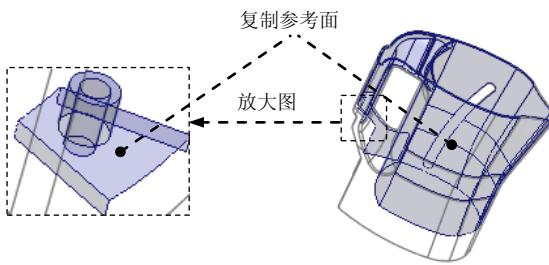
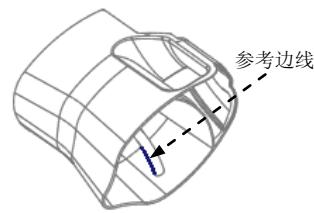

图 17.4 复制面
图 17.5 填补破孔
(1) 选取图 17.4 中的模型内表面为复制参考面（建议读者参考随书附赠资源中的视频录像选取）。
(2) 单击 **模具** 功能选项卡 **操作** ▾ 区域中的“复制”按钮 .
(3) 单击 **模具** 功能选项卡 **操作** ▾ 区域中的“粘贴”按钮 。系统弹出 **曲面：复制** 操控板。
(4) 填补复制曲面上的破孔。在操控板中单击 **选项** 按钮，在“选项”界面选中 **排除曲面并填充孔** 单选项，在 **填充孔/曲面** 区域中单击“单击此处添加项”，在系统的提示下，选取图 17.5 所示的边线为参考边线。
(5) 在“曲面：复制”操控板中单击 按钮。